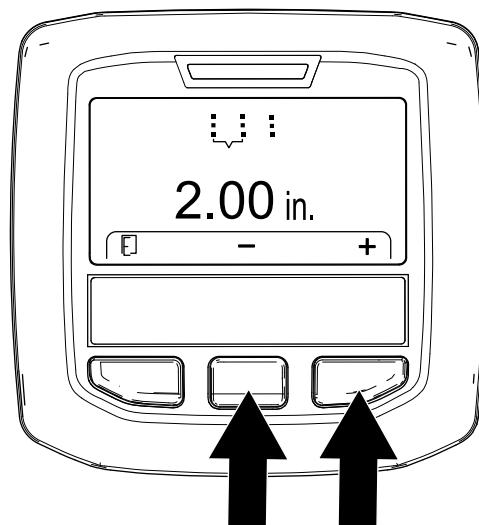

Figura 56
5. Ajuste el espaciado de las perforaciones (Figura 56) del siguiente modo: